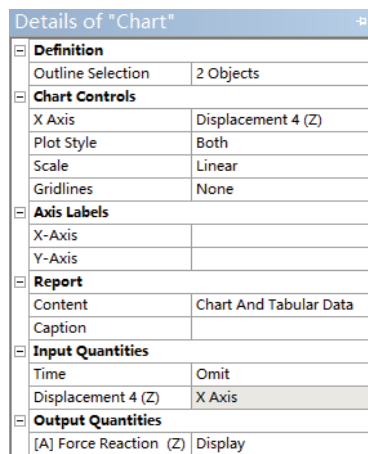
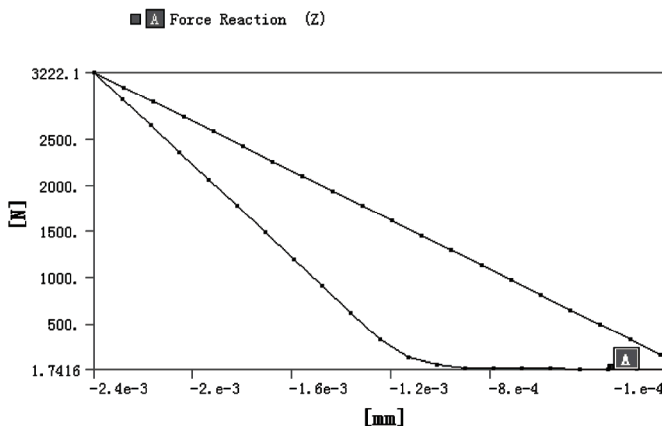

图 17-22 设置 Chart 对象细节
图 17-23 位移-反力曲线
15) 在树结构图中选择 Total Deformation 和 Force Reaction, 在 Outline Selection 后单击 Apply 按钮, 并设置 Chart 对象的细节表如图 17-22 所示, 得到的图形如图 17-23 所示。